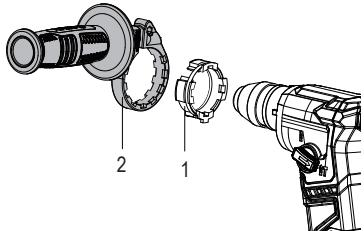

Fig.2
s'assurer qu'elle est bien fixée. Placer la poignée auxiliaire (2) sur l'entretoise (1) et la tourner jusqu'à ce qu'elle soit fermement en place (Fig.2).